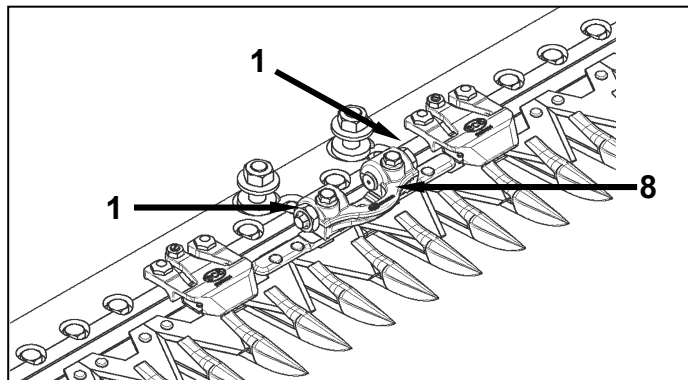

fig.5/1
5. Tappo sfiato e sostituzione olio (manovellismi a bagno d'olio) (fig.5/5)
6. Protezione lama (fig.5/6)
7. Flangiature (fig.5/7 – 5/8)
8. Attacco lama (fig.5/1)
1. Regulating screws for coupling blade (fig.5/1)
2. Regulating screws for blade holders (LASER bars and FINGERS bars) (fig.5/2)